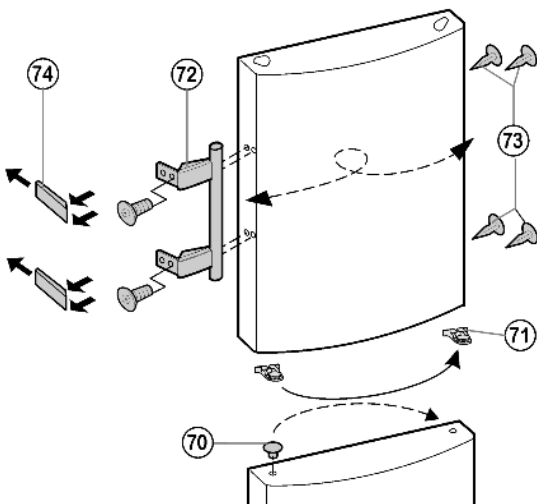

Fig. 18
- ▶ Выведите из фиксатора верхней дверцы пружинный зажим *Fig. 18 (71)* и переставьте его на новую сторону шарнира.
- ▶ Извлеките пробку *Fig. 18 (70)* из опорной втулки дверцы и переставьте.
- ▶ Снимите и переставьте на противоположную сторону дверную ручку *Fig. 18 (72)*, пробку *Fig. 18 (73)* и прижимные пластины *Fig. 18 (74)*.